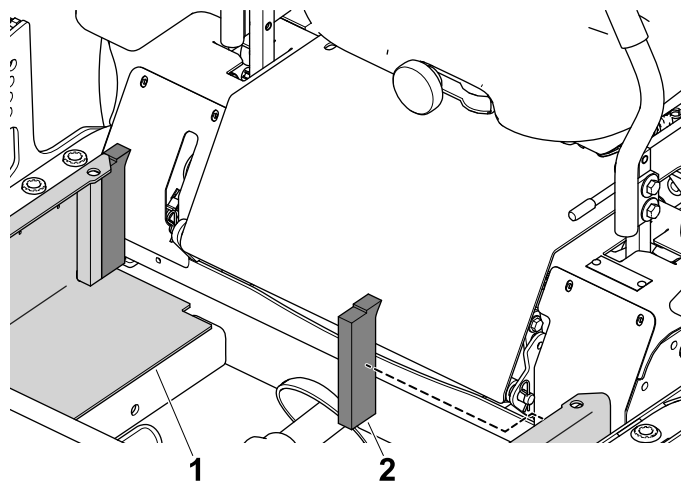

Figura 10
2. Retire el papel protector y aplique la junta de espuma al bastidor (Figura 10).